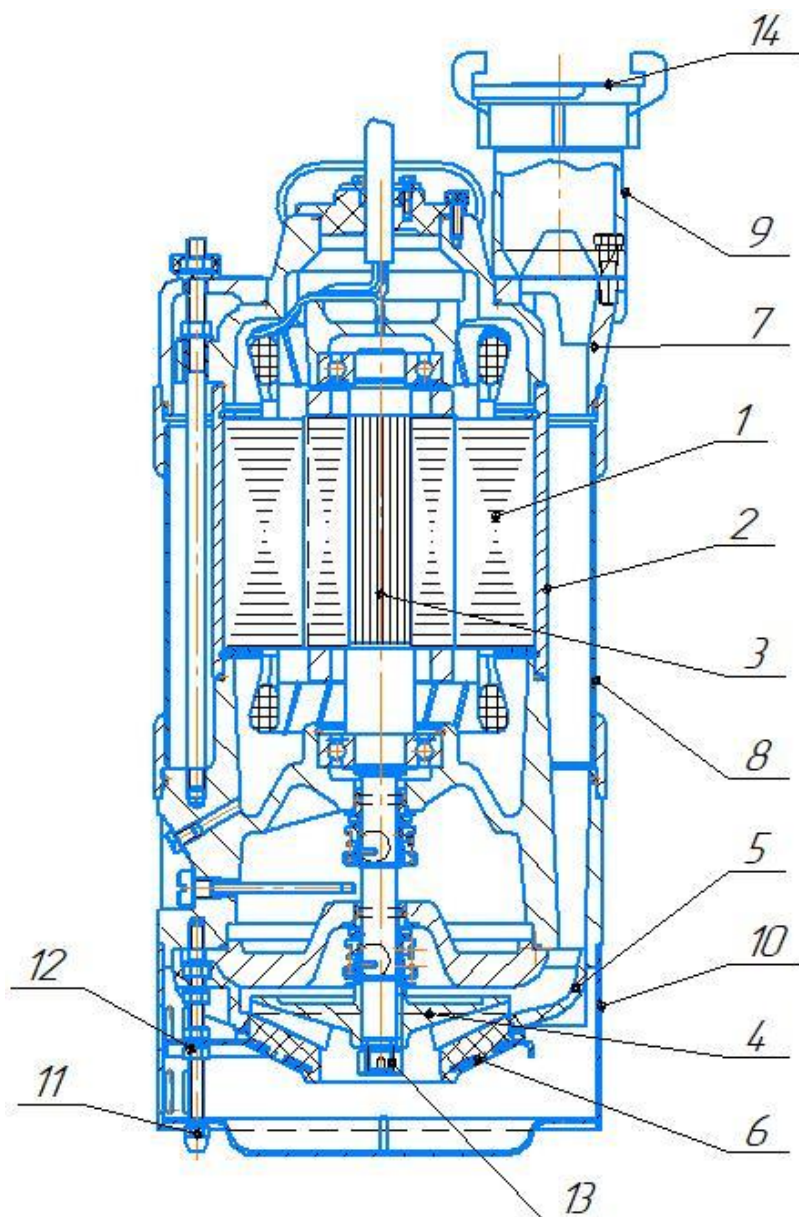

Рис.2
4. УСТРОЙСТВО И ПРИНЦИП РАБОТЫ (РИС.2)
СТАТОР (рис. 2, поз.1) – прессованный активный пакет железа, заключенный в гильзу (поз.2).